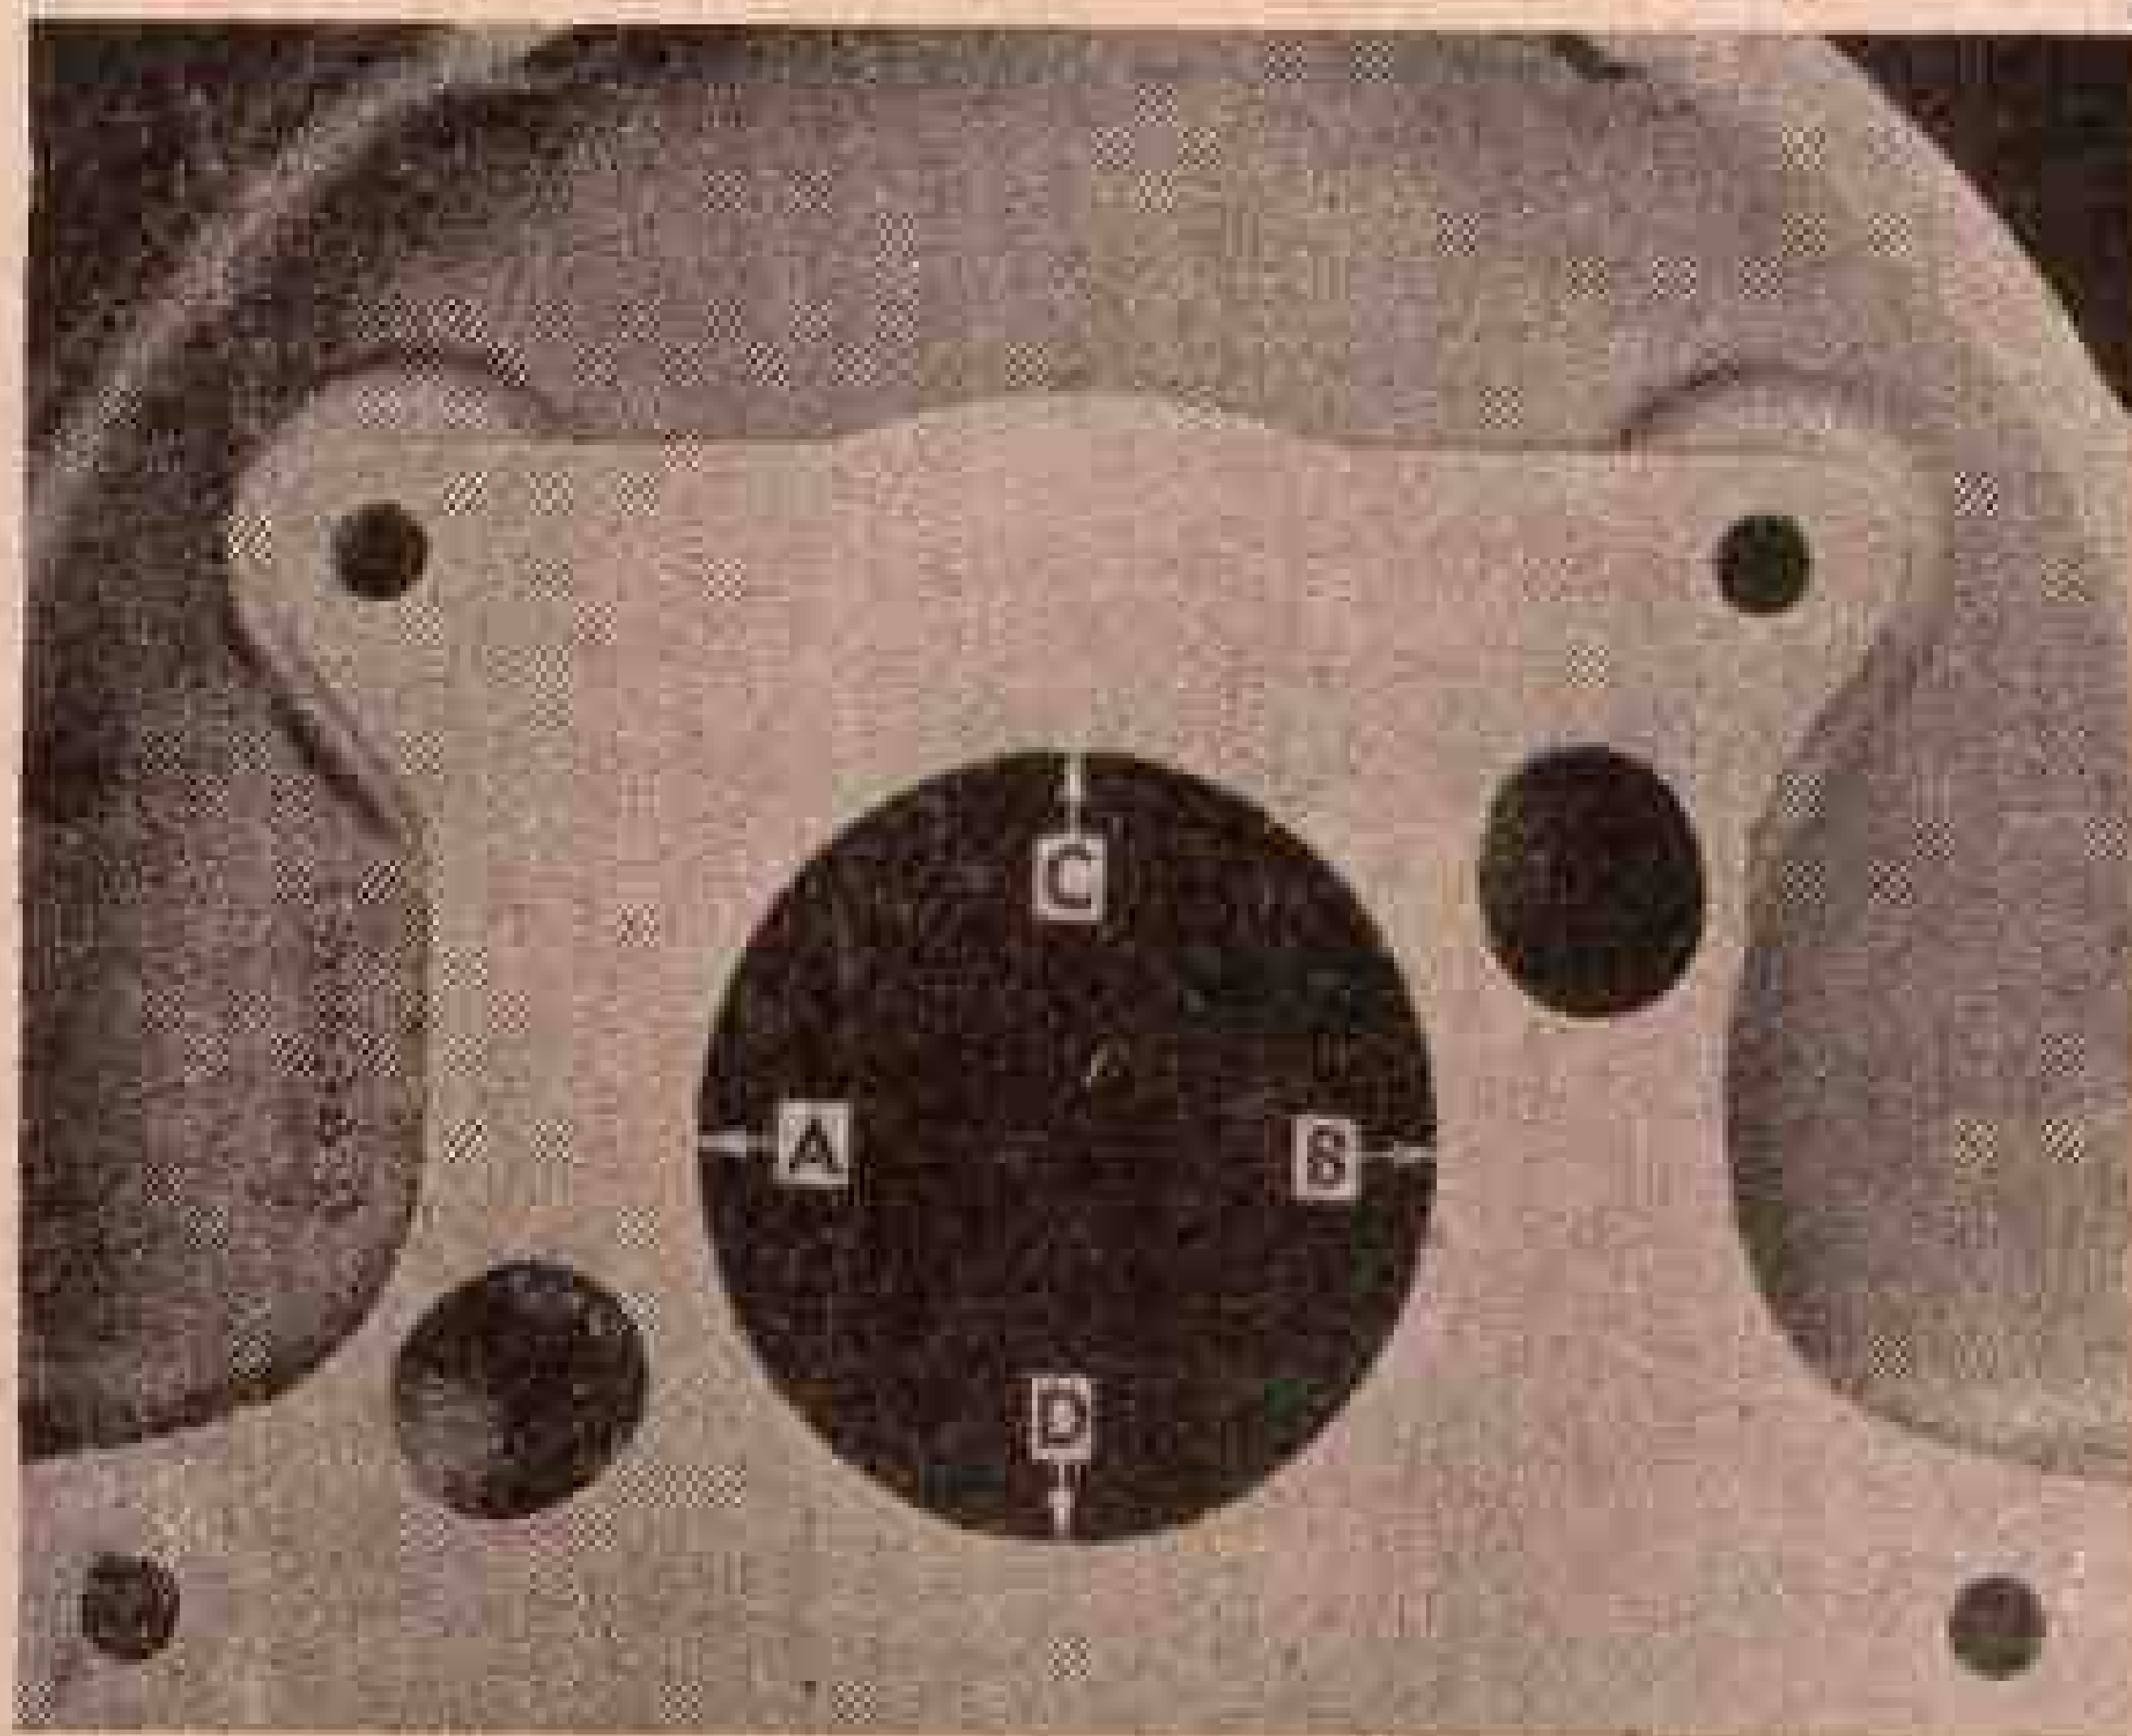

Fig. 217 — Contrôles de localização na caixa traseira do volante
a) Verificação horizontalmente: gira-se o virabrequim até colocar a agulha do indicador no ponto A (fig. 217). Põe-se o mostrador em zero. Gira-se o virabrequim até que a agulha indicadora fique em B, que é o ponto diametralmente oposto a A. O mostrador não deve indicar então uma marcação maior de 4 milésimos de polegada quer de um lado quer de outro da marcação inicial. Tem-se assim a certeza de que o centro do orifício da caixa está dentro do limite de 2 milésimos de polegada do centro do volante do motor.
b) Verificação verticalmente: Gira-se o virabrequim para colocar a agulha indicadora do mostrador no ponto C (fig. 217). Mantém-se o mostrador a 10 milésimos de polegada. Gira-se de novo o virabrequim até que a agulha fique em D, ponto diametralmente oposto a C. A marcação deve estar então entre zero e 6 milésimos de polegada (a preferível é a de 4 milésimos). Tem-se assim a certeza de que o centro do orifício na caixa está entre 2 a 5 milésimos de polegada abaixo do centro do volante.